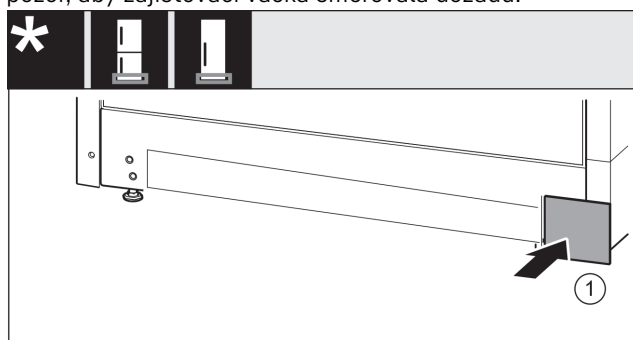

Fig. 17
- Kryt Fig. 17 (1) opět nasadte na druhou straně.